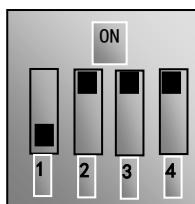
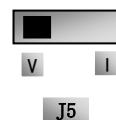

图 4-5
图 4-6
(6) 对于 E800 系列 37kW 及以上功率变频器控制端子排附近有一个四位红色拨码开关 SW1, 如图 4-5 所示。拨码开关选择模拟量输入端子 AI1、AI2 输入范围 (0~5V/0~10V/0~20mA); 通过 F203 选择输入通道。出厂时拨码开关的位置如图 4-5, 即 AI1 为 0~10V 输入, AI2 为 0~20mA 输入; 其它拨码开关的位置与调速方式详见下表 4-3。
(7) 闭合 DI3 开关, 电机开始正向运转;
(8) 在运行中, 可调节设定电位器, 修改变频器当前设定频率;
(9) 在运行中, 断开 DI3 开关, 再闭合 DI4 开关, 电机运行方向改变;
(10) 断开 DI3 开关和 DI4 开关, 电机减速, 直到停止运行;
(11) 断开空气开关, 变频器断电。
(12) E800 有两路模拟量输出端子 A01、A02, A02 端子只可以输出电流信号; A01 端子既可以输出电压信号也可以输出电流信号, 电压电流输出选择开关是 J5, 见图 4-6, A01 输出关系如表 4-4。